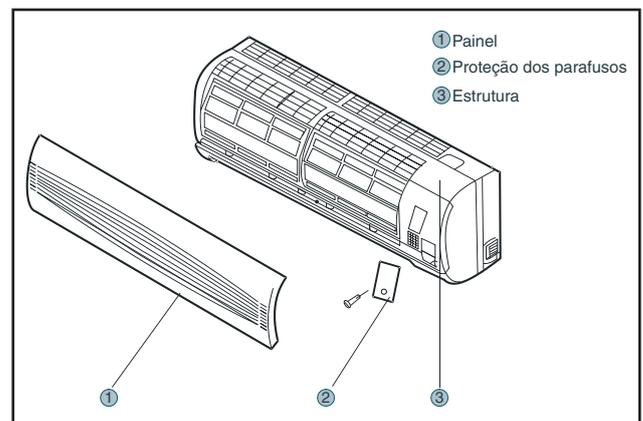

FIGURA 18
- * Modelos de 7 a 18.000Btu/h: levante o painel frontal e remova os parafusos da tampa do bloco de terminais. (Figura 18)